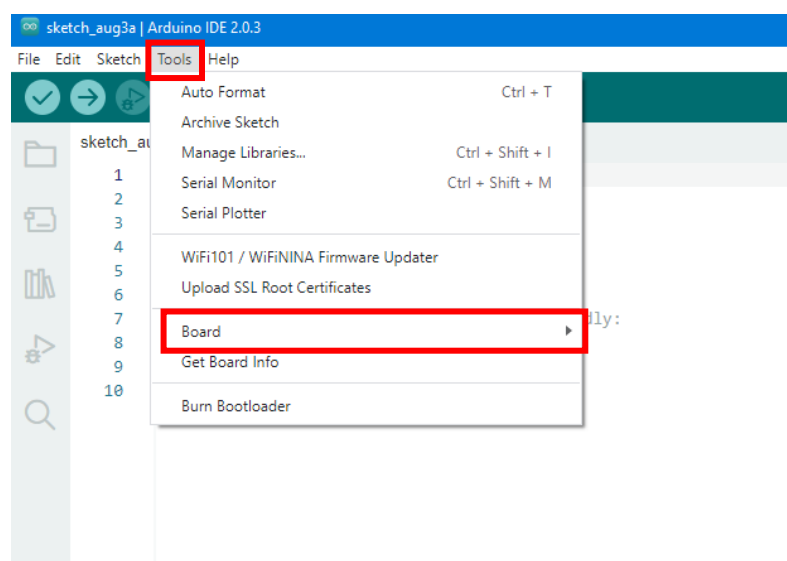

Рис.16. Вкладка «Tools» для выбора платы
7. Убедитесь, что выбрана правильная плата и порт коммуникации в меню «Tools» (рис.16).